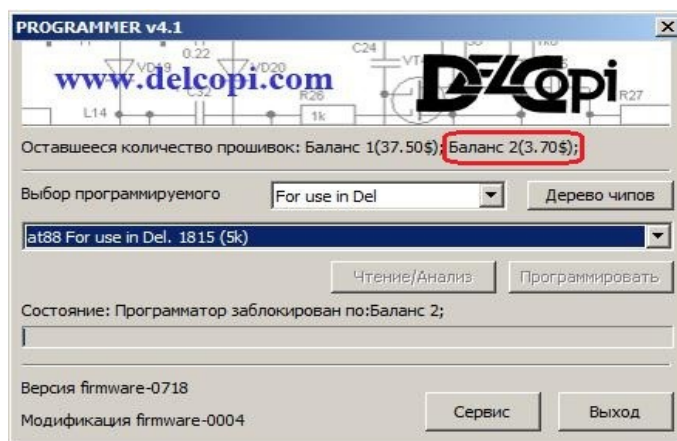

рис. 9.
8. Обратите внимание, с вашего баланса №2 списалась сумма за перепрограммирование рис. 9.